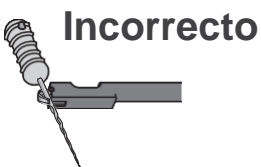

Figura 2
• No fije como se muestra en la figura 2. Esto impedirá una localización apical precisa y dañará la punta del porta-limas.